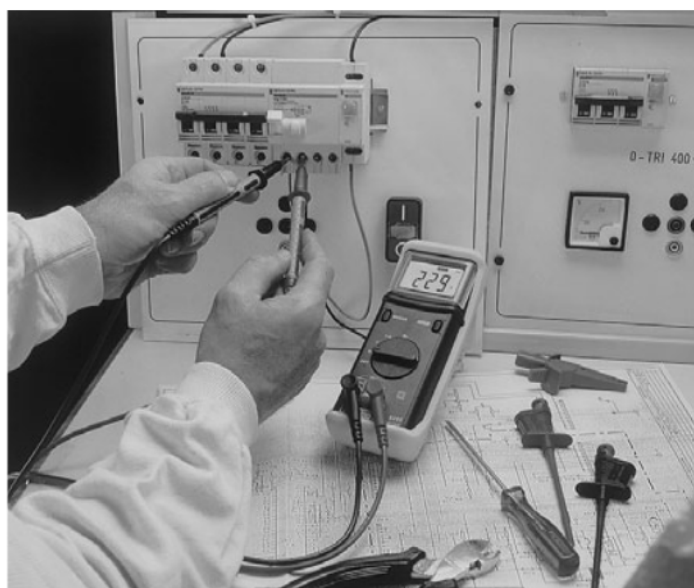

Figure 13.2 – Vérification d'un disjoncteur tétrapolaire.
- Mesures de différents paramètres électriques (courant allant de quelques milliampères à 20 A) sur des installations de chauffage, de climatisation, d'éclairage (*figure 13.2*).